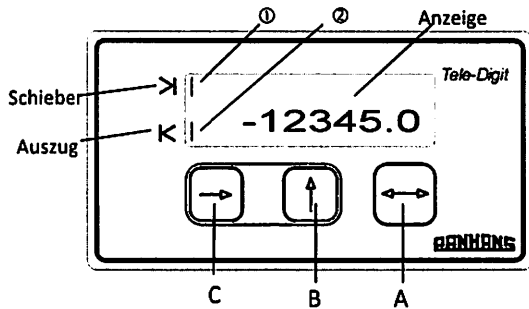

Abbildung 52 Digitalanzeige "TELE DIGIT"
- Anschlagklappe (2) in Stellung X bringen
- Abstand zwischen Sägeblatt und Anschlagklappe (2) auf  $\frac{1}{10}$  mm genau ermitteln.
- Mit Taste A (Abbildung 52) den Schieber anwählen
- In der Anzeige erscheint rechts neben  $\gt$  ein Balken „|“ (① Abbildung 52).
- Mit Taste A (Abbildung 52) den Auszug anwählen
- In der Anzeige erscheint neben  $\lt$  ein Balken „|“ (② Abbildung 52).